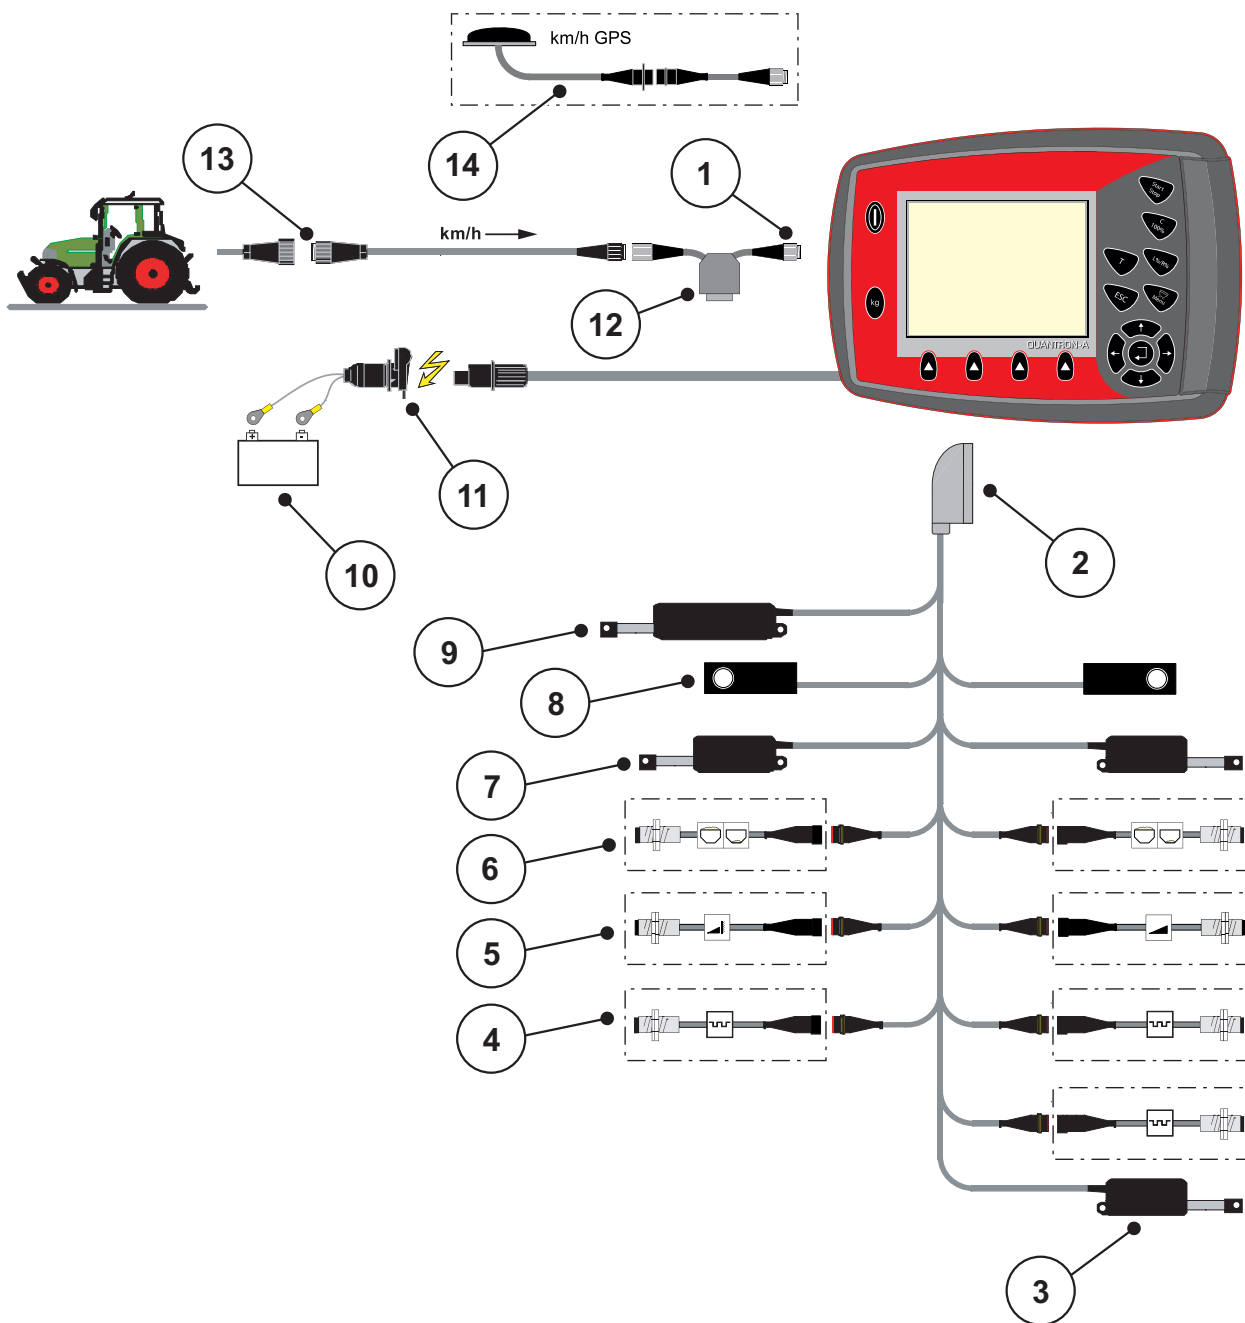
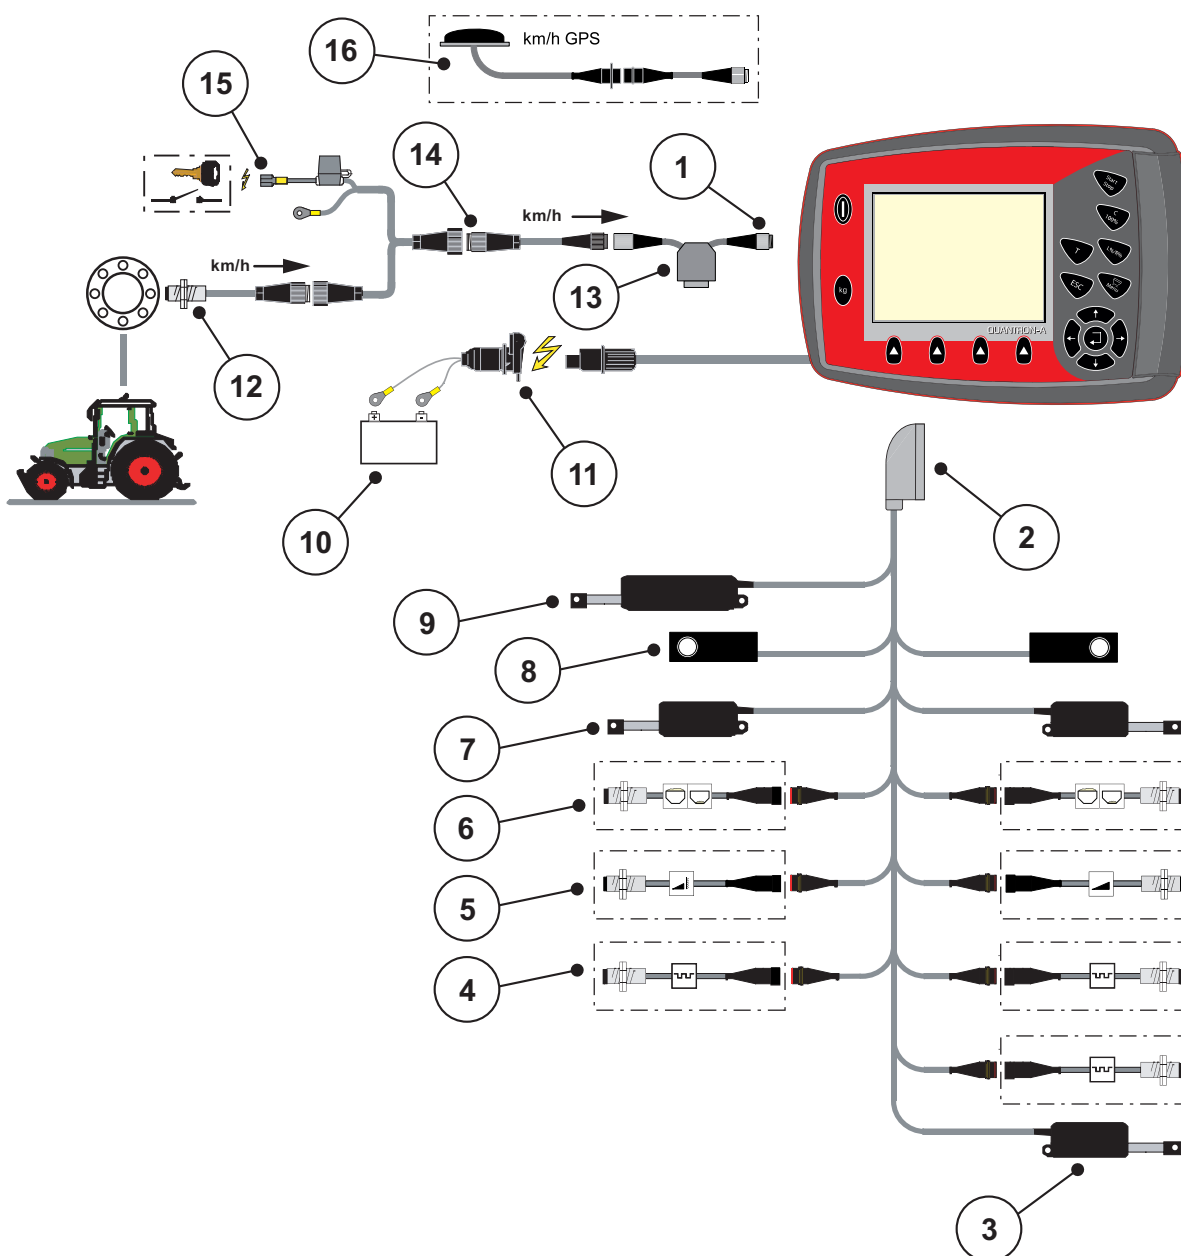

Рисунок 3.3: Схема подключения QUANTRON-A
Рисунок 3.5: Схема подключения QUANTRON-A
- Подключите Блок управления к 7-контактному штепсельному разъему или датчику скорости движения (в зависимости от имеющегося оборудования, см. Рис. 3.3—Рис. 3.5).